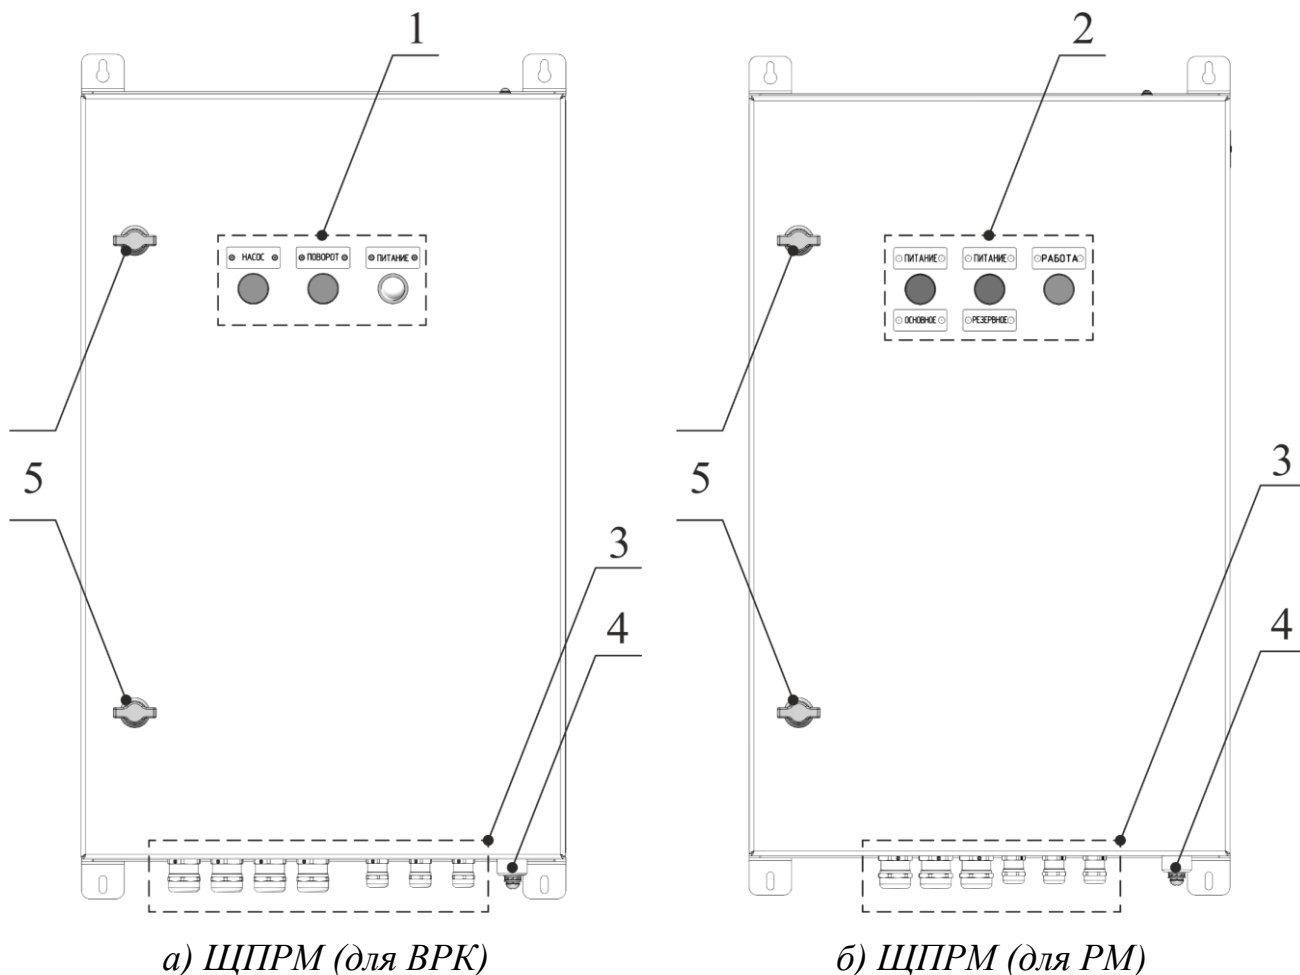

Рисунок 24 – Внешний вид ЩПРМ
- для обеспечения питанием ВРК (см. рисунок 24,а);
- для обеспечения питанием РМ (см. рисунок 24,б).